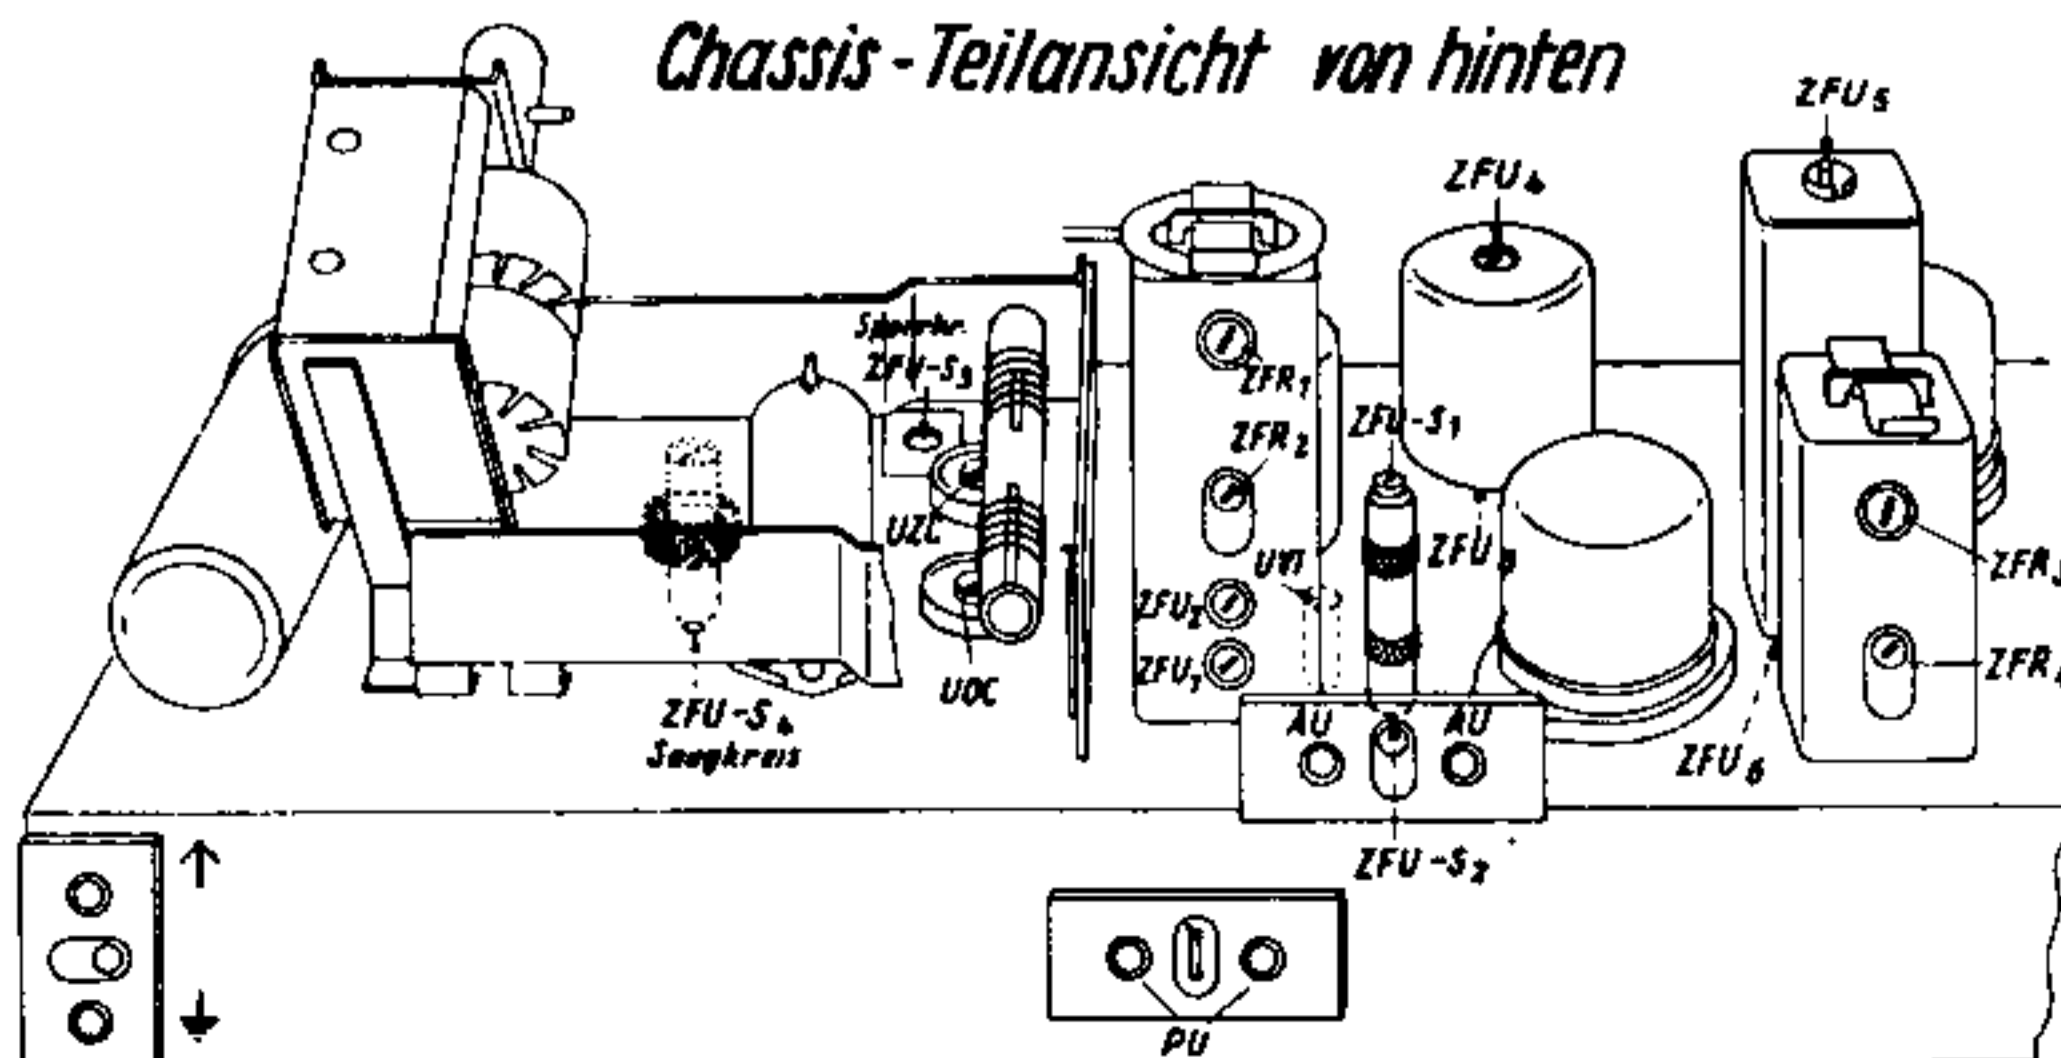

Abb. 2
1. Verbindung zwischen abgeschirmtem Sperrkreis (ZFU-S₃) und UKW-Zwischenkreis (siehe Abb. 2) an der Lötöse von ZFU-S₃ ablöten und ZFU (10,7 MHz)-Ausgang des RKS (mit 150 Ω abgeschlossen) und unmoduliert an Lötöse von ZFU-S₃ legen (auf kurze Masseverbindung achten!).
1. Der frequenzmodulierte Meßsender wird mit 90 MHz an die UKW-Antennenbuchsen gelegt und mit Hilfe des Oszillatortrimmers UOC (Abb. 2) auf Übereinstimmung mit der Empfängerskala gebracht. Der Oszillator liegt oberhalb der Empfangsfrequenz
2. Der Zwischenkreis wird gleichfalls bei 90 MHz mit dem Trimmer UZC (Abb. 2) auf größten Ausschlag am Outputmeter, das an die 2. Lautsprecherbuchsen angeschlossen wird, abgestimmt. Eich- und Gleichlaufkontrolle bei 87 und 95 MHz. Eichdifferenzen können gegebenenfalls mit dem Trimmer UOC unter Beachtung des Gleichlaufes ausgemittelt werden.